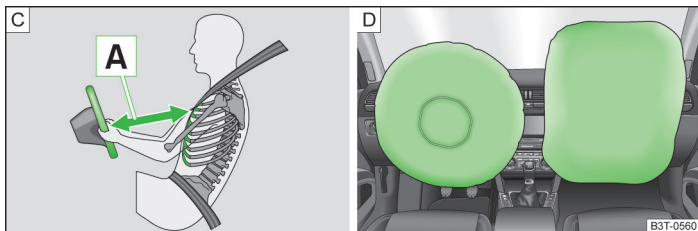

Fig. 155 Distanța sigură față de volan/airbaguri umplute cu gaz
Când se declanșează airbagurile, acestea se umflă în fața șoferului și pasagerului din față » fig. 155 - D. Airbagul umflat amortizează mișcarea spre înainte a pasagerilor reducând astfel riscul de rănire în zona capului și a pieptului.
- Atât pentru șofer cât și pentru pasagerul față este important să păstreze o distanță de aproximativ 25 cm față de volan, respectiv de planșa de bord A » fig. 155. Dacă nu se respectă această distanță, sistemul airbag nu își poate exercita eficiența maximă – Pericol! Pe lângă acestea, scaunele din față și tetierele trebuie să fie întotdeauna reglate în funcție de mărimea corpului.